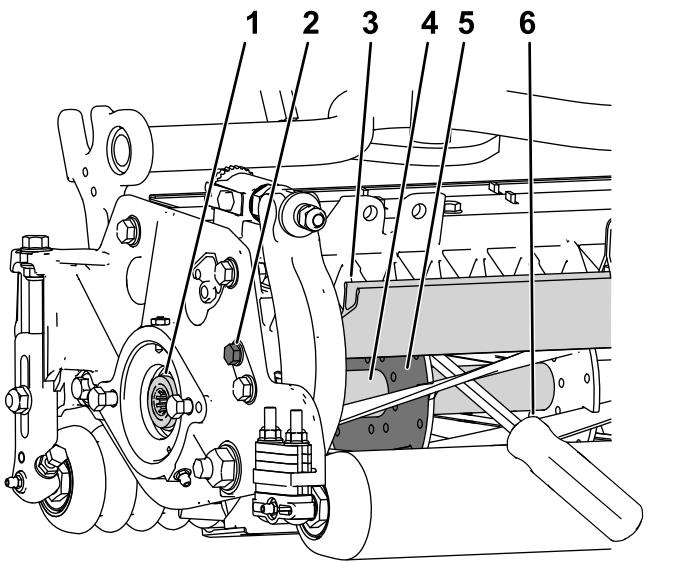

Figure 28
1. Desserrez le boulon du déflecteur sur le côté gauche de l'unité de coupe et levez le déflecteur arrière (Figure 28).
2. Insérez un levier à long manche ($\frac{3}{8}$ " x 12" avec manche de tournevis) à l'arrière du cylindre de coupe, du côté le plus proche de l'unité de coupe que vous allez serrer (Figure 28).
3. Placez le levier contre le côté soudé de la plaque de support du cylindre (Figure 28).